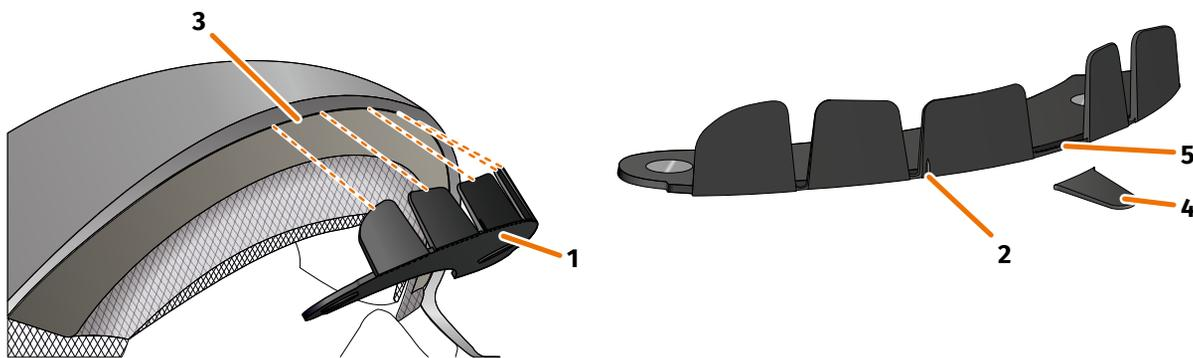

FIGURA 8: Encajar el adaptador de casco con lengüetas
1. Coloca el adaptador de casco (FIGURA 8/1) en la zona del casco de la frente. En la parte delantera del adaptador de casco hay una marca (FIGURA 8/2) que debe situarse sobre una línea imaginaria que va del centro del casco al centro de tu cara.
2. Introduce uniformemente las lengüetas en el hueco presionando con las dos manos (FIGURA 8/3) hasta que la placa de base del adaptador de casco esté totalmente en contacto con la superficie de montaje del casco. En algunos cascos, puede que primero tengas que abrir un poco el hueco.
Si ves que algunas lengüetas del hueco del casco chocan con el material del casco, puedes romper hasta tres lengüetas que estén interfiriendo (ejemplificado en FIGURA 8/4). Las lengüetas están perforadas en el borde inferior (FIGURA 8/5) para facilitar su rotura. Puedes alisar un poco las zonas de rotura con una lima o una tijera.